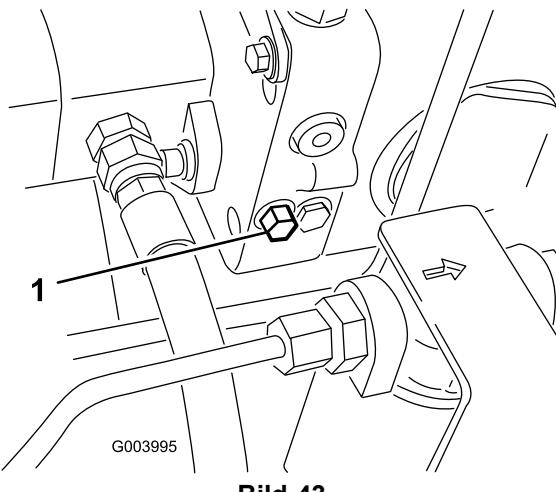

Bild 43
1. Dieses Sicherheitsventil befindet sich links am Hydrostat (Bild 43). Drehen Sie die Schraube um eine 1-1/2 Umdrehungen, um das Ventil zu öffnen und Öl intern abzulenken. Da das Öl abgelenkt wird, kann die Zugmaschine ohne Schäden am Getriebe langsam bewegt werden.